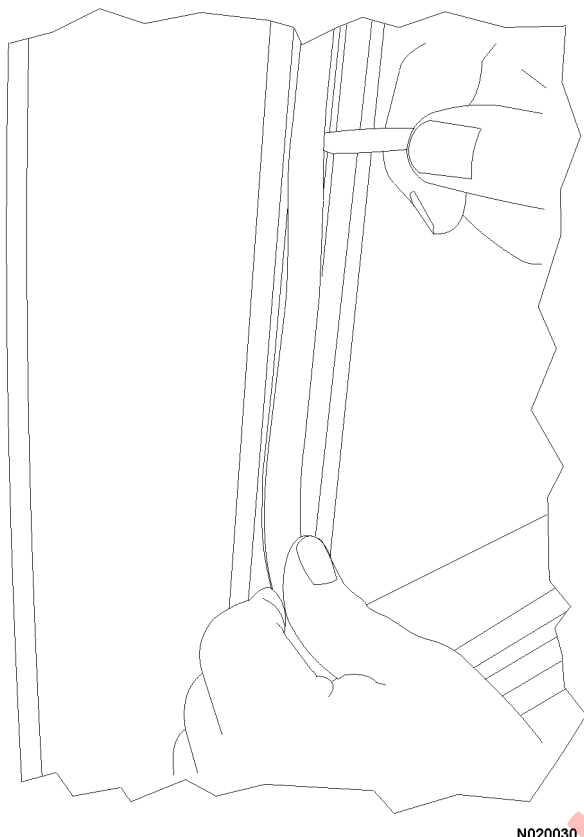

FIGURA 2-15.
18. Instale el material de protección sobre la parte superior de los tornillos que afirman el marco de la ventana a la puerta. Use un destornillador de hoja plana para instalar el material de protección. Consulte la Figura 2-15.